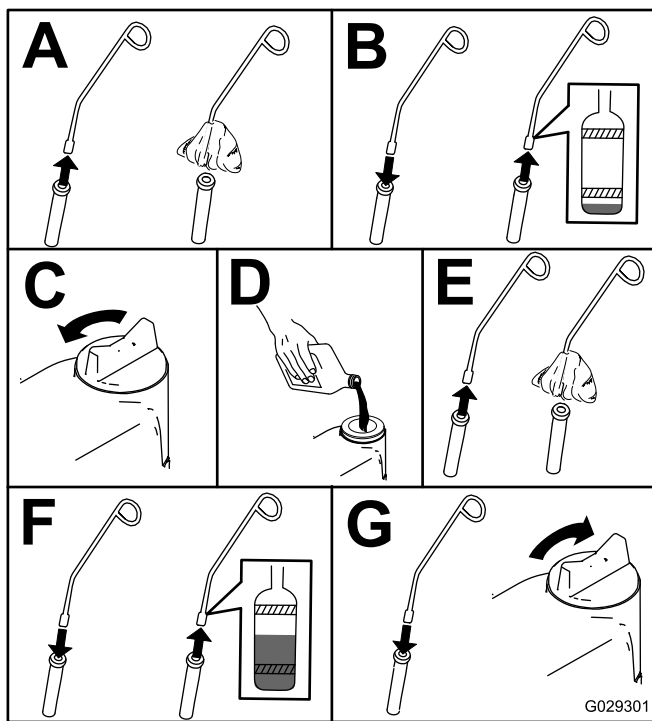

Bild 26
5. Prüfen Sie den Ölstand und füllen Sie ggf. Öl auf (Bild 26).